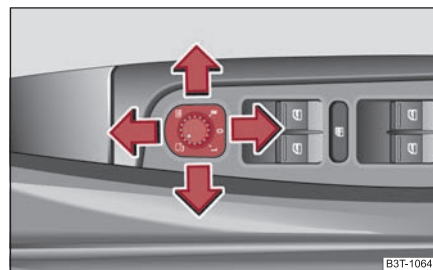

Fig. 76 Parte interior de la puerta: Botón giratorio
- Gire el botón hasta la posición ⇒ fig. 76.
Si el botón giratorio se encuentra en la posición **R** ⇒ página 77, fig. 76 y se acopla la marcha atrás, la superficie del espejo retrovisor se abatirá un poco hacia abajo. De ese modo, es posible ver el bordillo durante el aparcamiento.